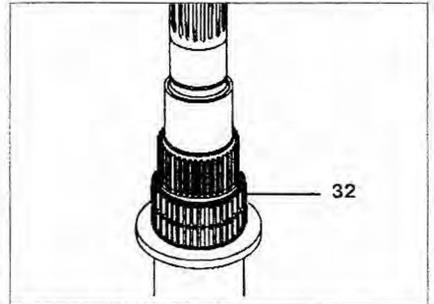

Рис. 4.45. Снимите игольчатый подшипник 32.
25. Снимите игольчатый подшипник 32 (рис. 4.45).